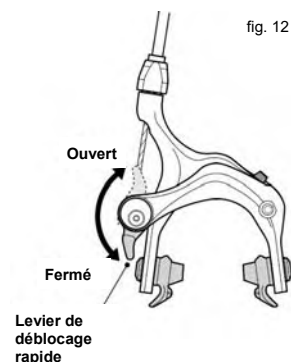

fig. 12
- (1) Si votre vélo est équipé de freins sur la jante, libérez le mécanisme de serrage rapide du frein pour augmenter l'espace entre le pneu et les patins de frein (voir la section 4.C fig. 12 à 13).
- (1) Passez le dérailleur arrière en grande vitesse (le plus petit pignon arrière, situé le plus à l'extérieur).
- (2) Si votre vélo est équipé de freins sur la jante, libérez le mécanisme de serrage rapide du frein pour augmenter l'espace entre le pneu et les patins de frein (voir la section 4.C, fig. 12 à 13).
- (3) Tirez le corps du dérailleur en arrière avec la main droite.
(1) Si votre vélo est équipé de freins sur la jante, libérez le mécanisme de déblocage rapide du frein pour augmenter l'espace entre le pneu et les patins de frein (voir la section 4.C, fig. 12 à 13).
(2) A l'aide d'une clé du bon calibre, desserrez les deux écrous de l'axe.
(3) Si votre fourche n'est pas équipée d'un dispositif secondaire de maintien à pince, dégagez-la et passez à l'étape suivante. Si votre fourche est dotée d'un dispositif secondaire de
(2) Passez le dérailleur arrière sur la grande vitesse (le plus petit pignon arrière) et tirez le corps du dérailleur en arrière de la main droite.
(3) À l'aide d'une clé du bon calibre, desserrez les deux écrous de l'axe.
(4) Soulevez la roue arrière de quelques centimètres au-dessus du sol et, le dérailleur étant toujours tiré en arrière, poussez la roue en avant et vers le bas jusqu'à ce qu'elle sorte des pattes arrière.
La plupart des freins ont un mécanisme de libération rapide pour rendre les freins inopérants lorsque le mécanisme est en position ouverte. Demandez à votre revendeur de vérifier que vous comprenez la façon dont la libération rapide des freins fonctionne sur votre vélo (voir les fig. 12, 13) et vérifiez à chaque occasion pour avoir la certitude que les deux freins fonctionnent correctement avant d'utiliser le vélo.